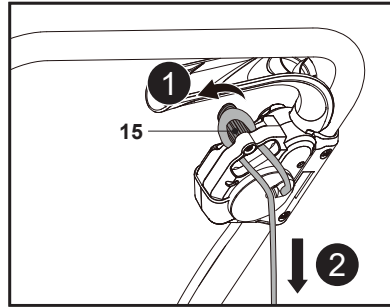

Fig. 10
1. Faça um laço no cabo de alimentação e pendure o laço no alívio de tensão do cabo (15) (Fig. 10, passo 1).
2. Puxe delicadamente o cabo de alimentação para se certificar de que está devidamente apertado (Fig. 10, passo 2).